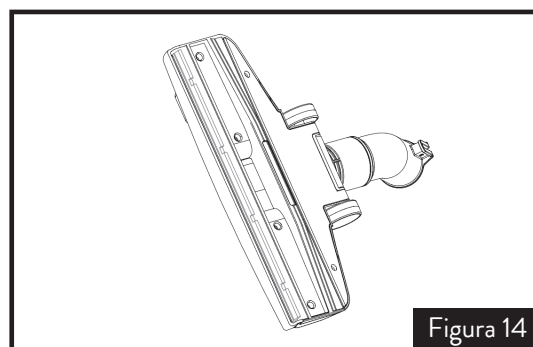

Figura 14
4. Como muestra la figura 14, pise el pedal del cepillo de aspiración nuevamente para que las cerdas queden hacia adentro y pueda limpiar la alfombra.